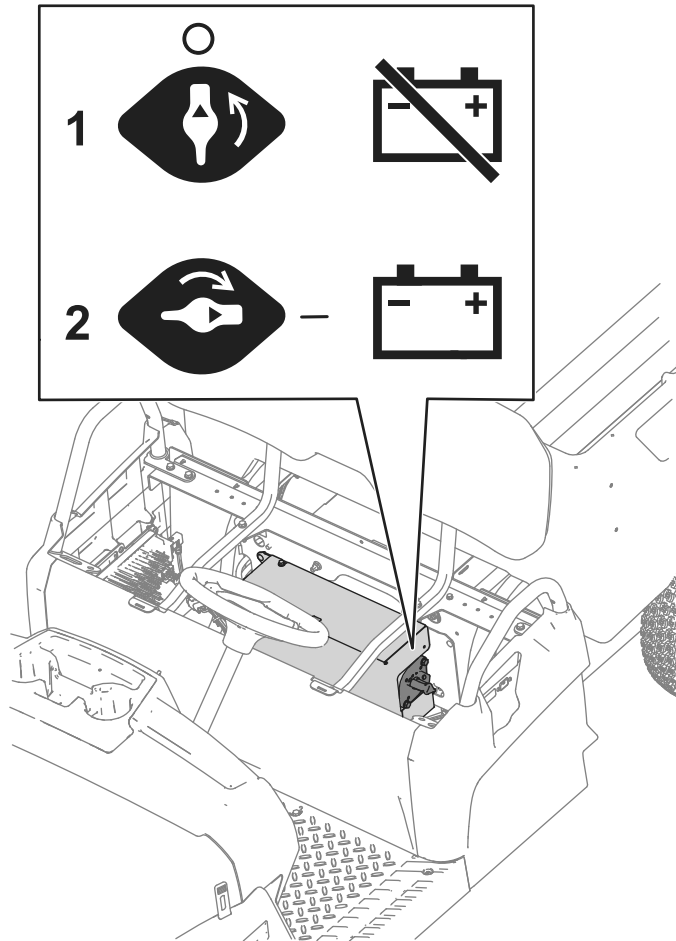

Figura 42
3. Mueva el interruptor de desconexión de las baterías a la posición deseada, como se muestra en la Figura 42.